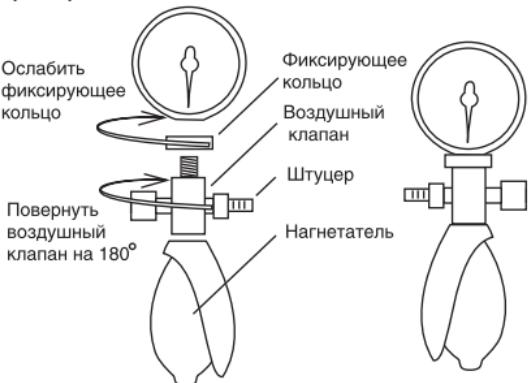

Рис.1 Адаптация для работы левой рукой
2. Ослабить фиксирующее кольцо поворотом, как указано на рис.1.
3. Повернуть воздушный клапан с нагнетателем на 180°, как показано на рис.1.